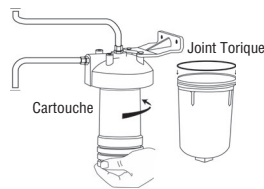

Figure 11
11. Installer la cartouche filtrante en la vissant sur la tête, environ 5 à 6 tours. Ne pas trop serrer. Lubrifier le joint torique à l'aide d'une mince couche de d'eau et remettre en place dans la rainure du boîtier. Revisser le boîtier sur la tête et bien resserrer à la main. L'utilisation d'une clé pour resserrer le boîtier peut l'endommager et causer des fuites. (Figure 11)